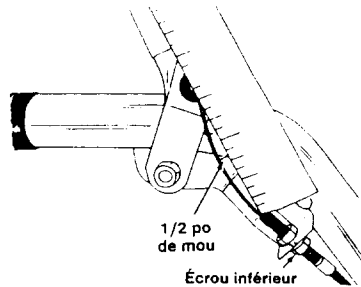

FIGURE 7
- La manette d'embrayage étant relevée, ajustez l'écrou inférieur au support du câble pour qu'il y ait un jeu de 1/2 po dans le fil de commande, comme à la figure 7. Serrez l'écrou supérieur contre le guidon. Le fil de commande doit être bien droit.